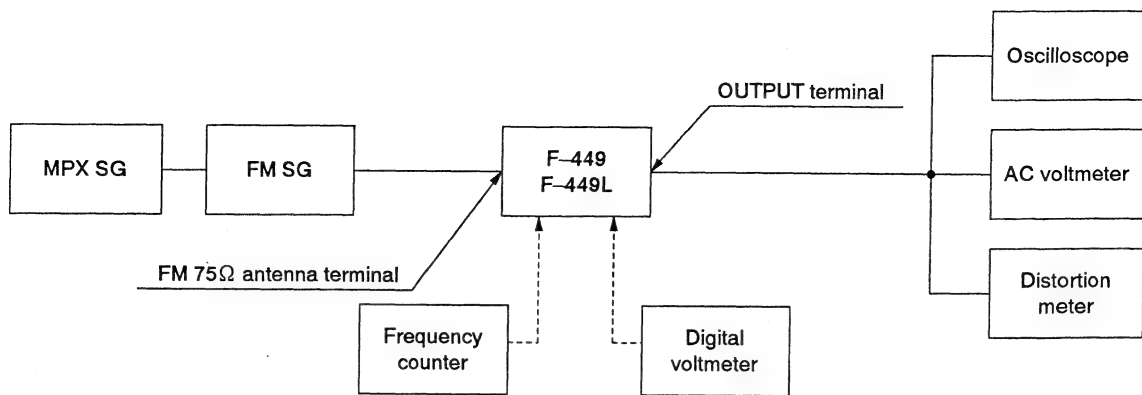

Fig. 6-1 FM Tuner Connection
- Raccorder comme indiqué à la figure 6-1.